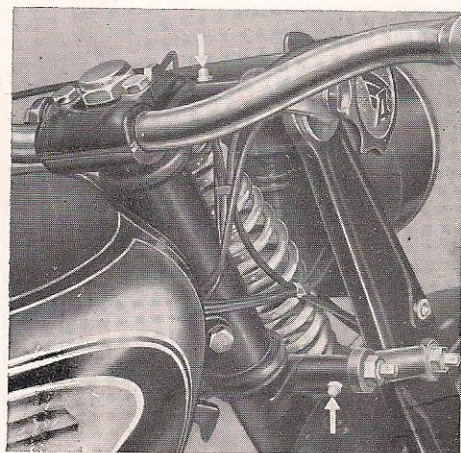

Bild 1
Bei der B 125 gibt es 4 Schmierstellen an der Vordergabel bei der Ausführung als Parallelogramm-Gabel (Bild 1) und 2 Schmierstellen an der Vordergabel bei der Ausführung als Teleskop-Gabel. Weiterhin sind die Schmierstellen am Tachometerantrieb (1), am Kupplungshebel (1) und je 1 Schmierstelle an der Vorder- und Hinterradnabe zu beachten. An diesen Schmierstellen wird von Zeit zu Zeit die Fettpresse angesetzt und so viel Fett eingepreßt, daß es auf der Gegenseite herausquillt. Man hat dann die Gewähr dafür, daß das verbrauchte und verschmutzte Fett herausgedrückt wird.